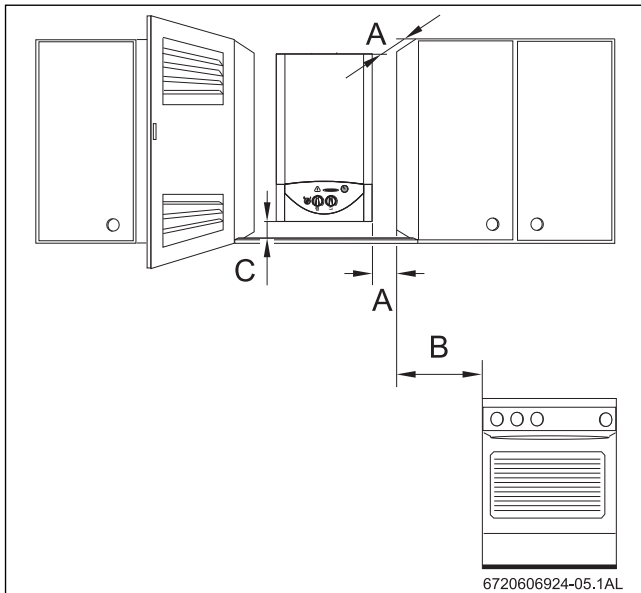

Fig. 36 Separaciones mínimas
- ▶ Asegurar la accesibilidad en los trabajos de mantenimiento respetando las separaciones mínimas indicadas en la Fig. 36 .